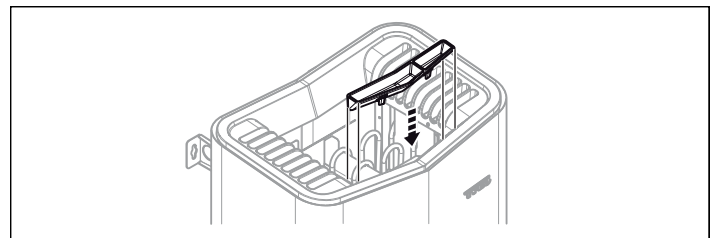

Рисунок 12: Установка держателя ароматизатора/увлажнителя воздуха
- Установите чашу для трав/увлажнитель воздуха (см. Рис. 12).